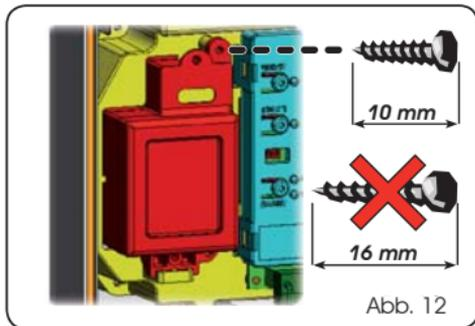

Abb. 12
2. Die Batterie in die soeben abgebildete Aufnahme einsetzen und an den entsprechenden Verankerungshalterungen befestigen (Abb.12).